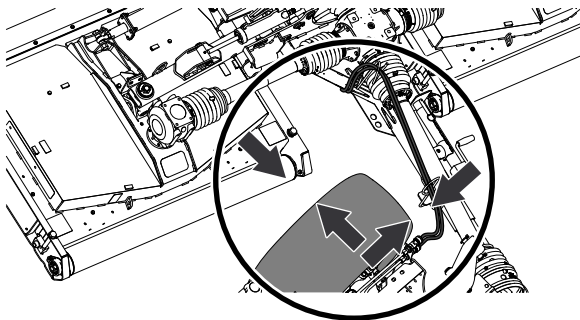

図 43
3. 牽引車両のタイヤとモアが接触しないことを確認しながら回転してください 図 43。